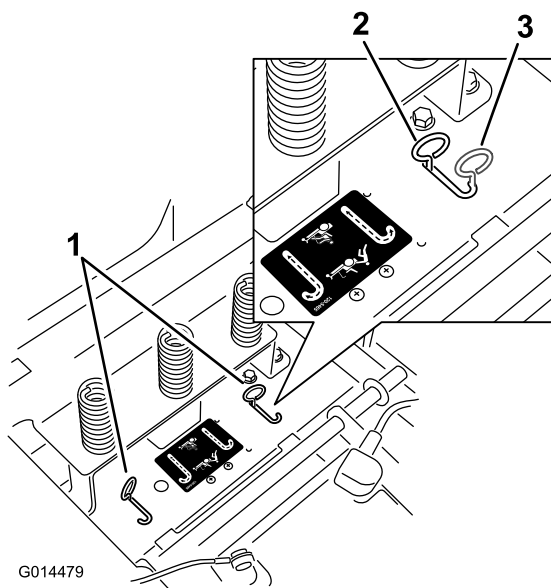

Figure 23
4. Déplacez les leviers de dérivation en avant puis vers l'extérieur pour les bloquer en place comme illustré à la Figure 23 et désengager les moteurs de roues. Répétez cette opération pour chaque levier.
Déplacez les leviers de dérivation vers l'intérieur et repoussez-les dans la fente horizontale (Figure 23) pour engager les moteurs des roues.